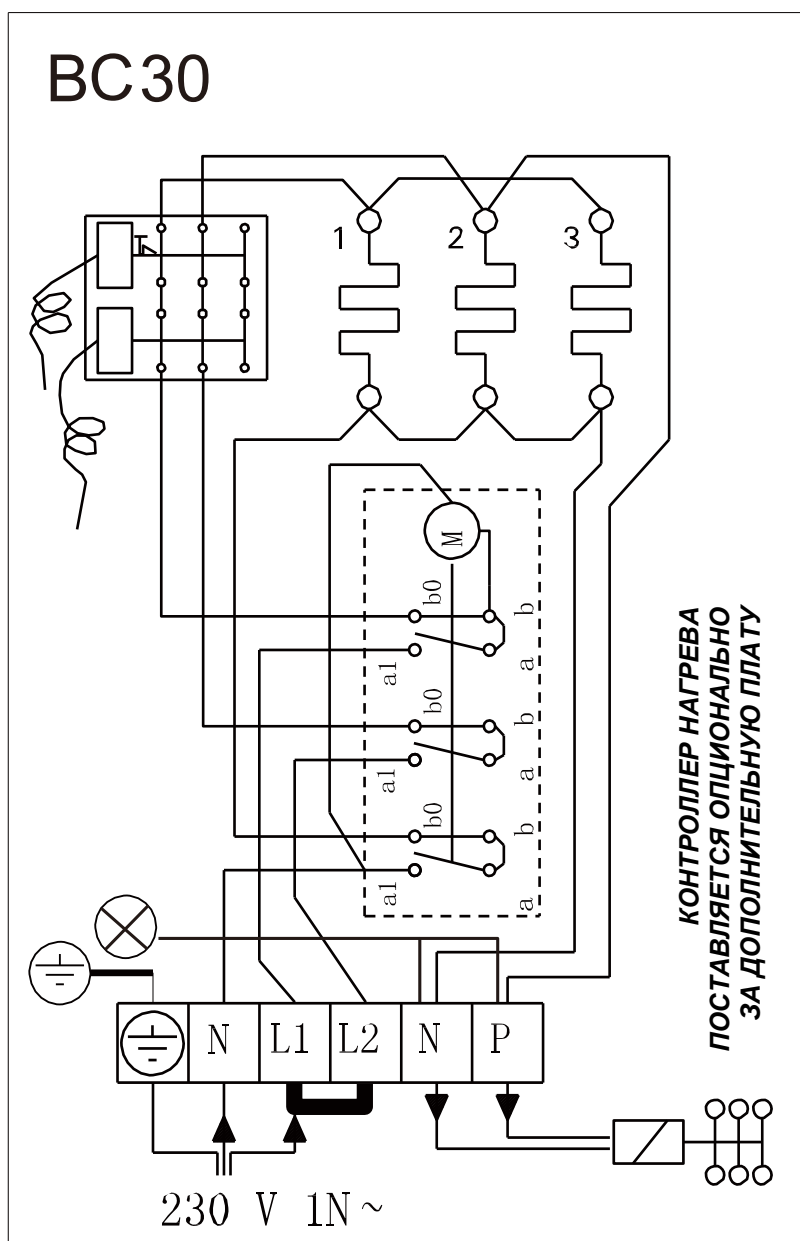

Рис. 5. Электросхема нагревателя BC
- В дополнение к разъемам питания, нагреватели ВС оснащены разъемом (P), что делает возможным управление электрическим нагревом (рисунок 5). Управление напряжением осуществляется от включенного нагревателя. Кабель управления электрическим нагревом подсоединяется непосредственно в распределительной коробке нагревателя и оттуда проходит к клеммной колодке. Резиновый кабель имеет ту же площадь поперечного сечения, что и соединительный кабель.